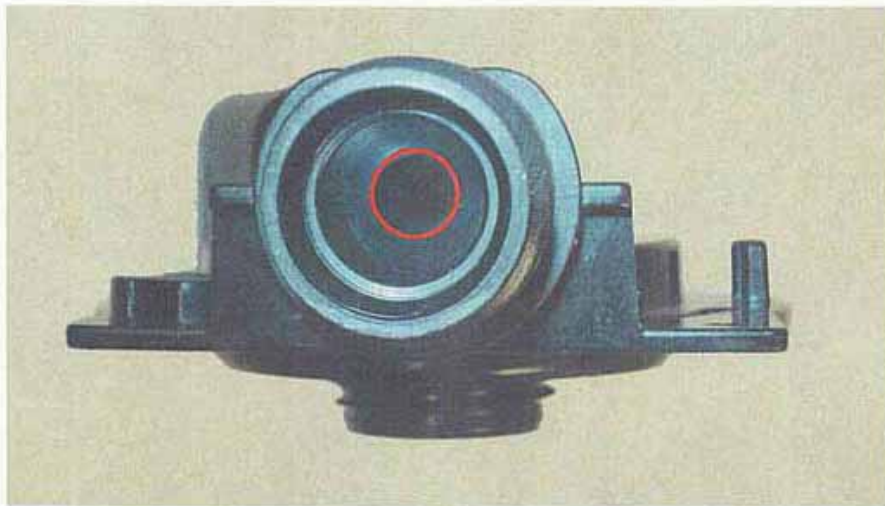

図1
- I. ①本体の口の奥の穴の直径(図1の赤丸)は6mmとし、この穴には奥に向かって小さくなる4.8度のテーパーがついているものとしてモデリングすること。